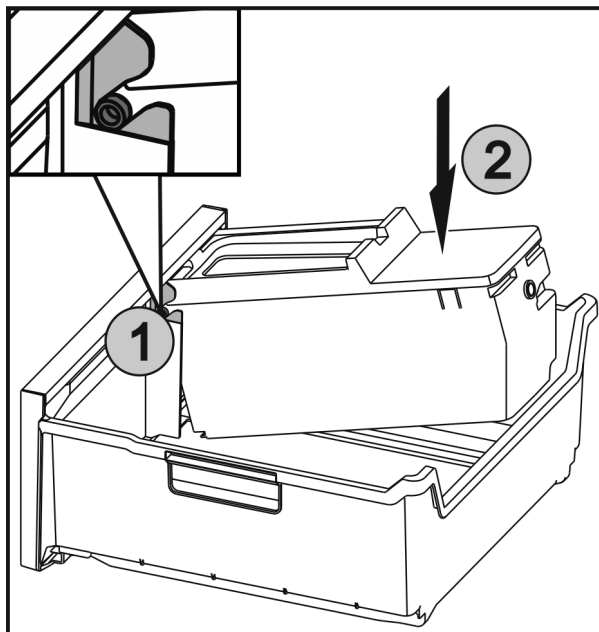

Fig. 40
- ▶ Împingeți axele Fig. 40 (1) de la EasyTwist-Ice în ghidaje și presați partea din spate Fig. 40 (2) până când eclisa se fixează.